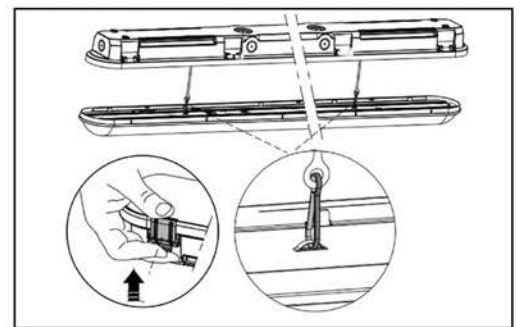

Рис. 3
- 5.9 Отщелкните все клипсы по очереди, придерживая оптический модуль. После того, как все клипсы будут отщелкнуты, плавно опустите оптический модуль. Модуль повиснет на страховочных тросиках (рис. 3).